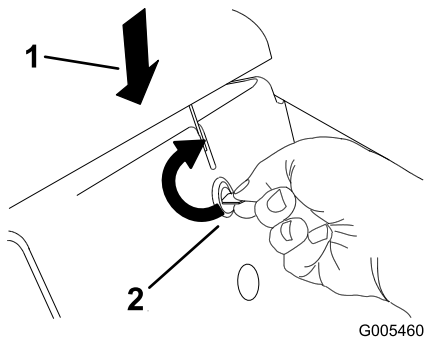

Figura 27
1. Fare pressione sul cofano utilizzando al contempo la chiave fornita con il trattore, una moneta o un cacciavite per ruotare il fermo del cofano in senso orario (Figura 27).